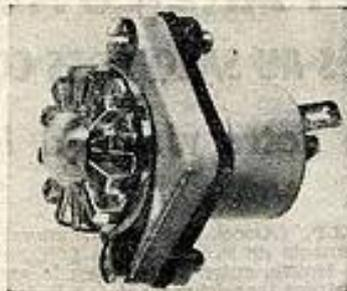

Fig. 7
**CEHESS** : cette firme bien connue, parmi un choix important de matériel présente ses nouveaux porte-lampe Mid-geel du plus heureux effet (fig. 7).